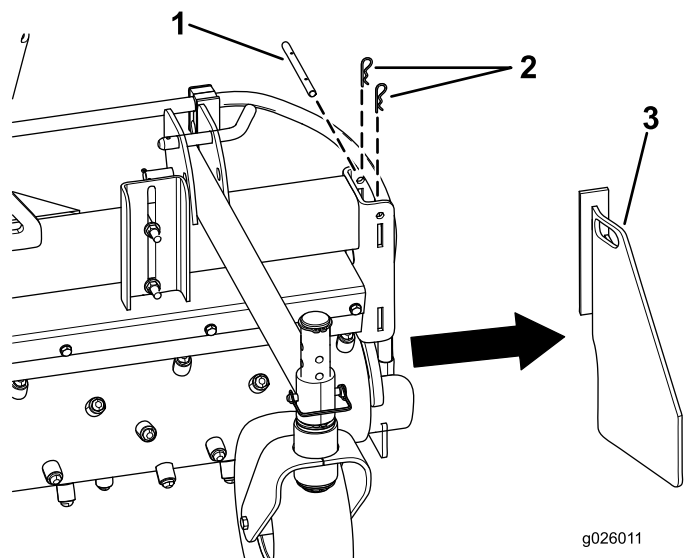

Figura 8
1. Rimuovete le 2 coppie dal perno della piastra terminale (Figura 8).
2. Rimuovete il perno dalla piastra terminale (Figura 8).
3. Rimuovete la piastra terminale (Figura 8).